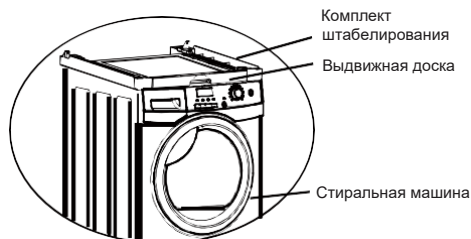

Рис. 1
1. Установить направляющие комплекта штабелирования и доску поверх стиральной машины. Убедиться, что две стороны и передняя часть комплекта штабелирования выровнены по верхней части стиральной машины (рис.1).